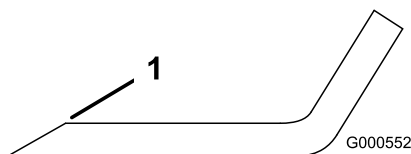

Figura 77
1. Utilize uma lima para afiar aresta de corte em ambas as extremidades da lâmina (Figura 77).
Nota: Se lâmina não estiver equilibrada, lime algum metal da extremidade da aba apenas (Figura 77).